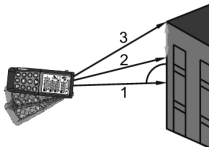

Fig. 11: Medição Indireta com 3 pontos – Modo 2
3. Colocar o instrumento no ponto mais baixo (1) da medição (ver Fig. 11) e premir o botão  ou o botão lateral **MEAS**. O resultado é apresentado no primeiro display parcial. O símbolo “” é apresentado no display com o lado “2” intermitente.
4. Colocar o instrumento na posição mais horizontal possível (2) da medição (ver Fig. 11) e premir o botão  ou o botão lateral **MEAS** para efetuar a medição. O resultado é apresentado no segundo display parcial. O símbolo “” é apresentado no display com o lado “3” intermitente.
5. Colocar o instrumento no ponto mais alto (3) da medição (ver Fig. 11) e premir o botão  ou o botão lateral **MEAS** para efetuar a medição. O resultado é apresentado no segundo display parcial.
6. O valor final do resultado obtido pela combinação das medições anteriores (ver linha a tracejado da Fig. 11) é apresentado no display resultante.